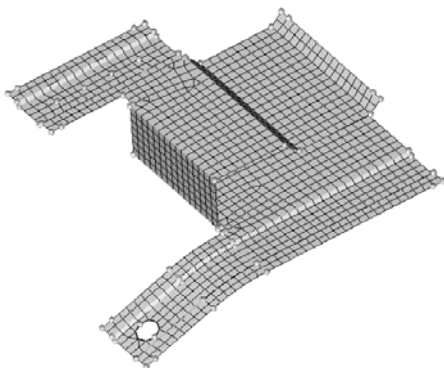

图 4-14 模型简化后二维网格
- (1) 进入 automesh 面板。
- (2) 选择 surfs>displayed。
- (3) 单击 mesh，观察网格排列是否整齐，网格如图 4-14 所示。